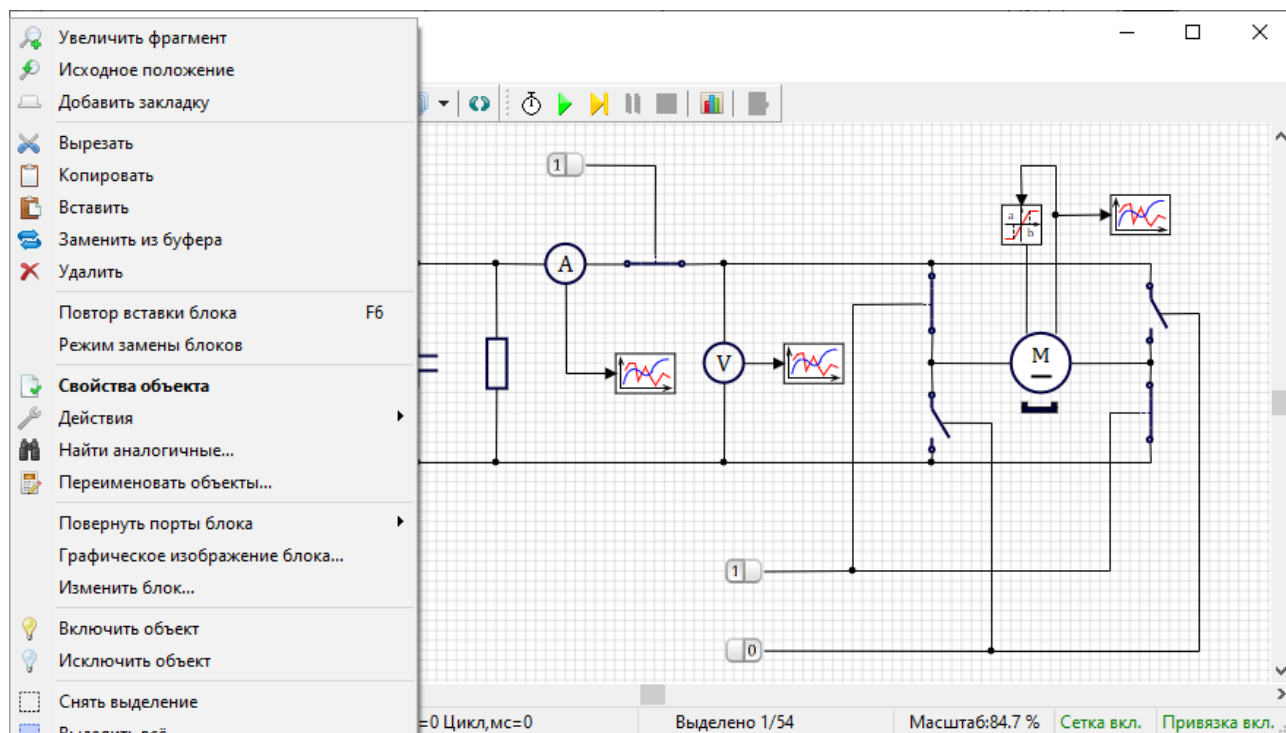

Рисунок 3.5.2. Контекстное меню блока – пункт «Свойства объекта».
- 2) Нажатием правой кнопки мыши вызовите контекстное меню, в котором выберите пункт «Свойства объекта» (Рисунок 3.5.2).